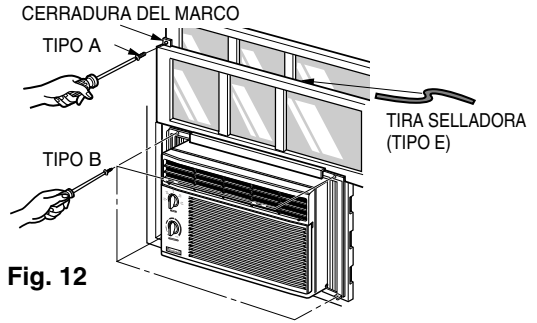

Fig. 12
Extienda los paneles con guías (TIPO F) hasta cubrir el espacio, utilizando cuatro tornillos (TIPO B) para asegurarlos, como se muestra en la Fig. 12.
- Corte la tira para sellar la hoja de la ventana (TIPO E) a una longitud igual al ancho de la ventana. Meta la tira selladora entre el vidrio y la ventana para evitar que el aire y los insectos penetren en la habitación, como se muestra en la Fig. 12.
- Instale el soporte en "L" utilizando un tornillo (TIPO A), como se muestra en la Fig. 12